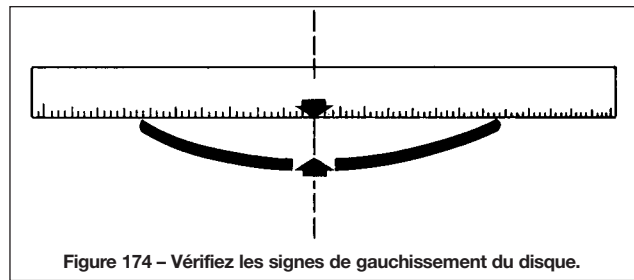

Figure 174 – Vérifiez les signes de gauchissement du disque.
- Vérifiez que les parois sont de la bonne taille et qu'elles ne sont pas gauchies ni arc-boutées (figure 174).